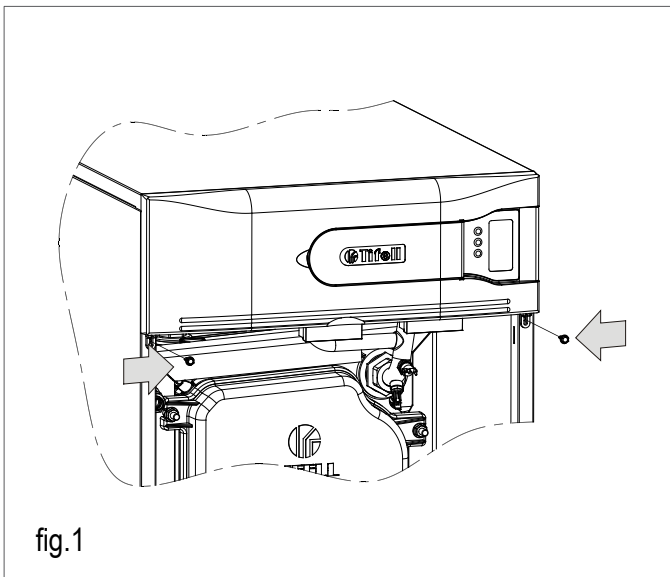

fig.1
- La tapa superior se desmonta soltando los dos tornillos roscachapa que la sujetan por la parte posterior de caldera (fig. 1; A). Una vez sueltos los tornillos se debe desplazar la tapa hacia atrás (fig. 1; B) para poder levantarla (fig. 1; C).
- La puerta frontal se desmonta presionando hacia abajo el pulsador situado en la parte superior central de la puerta (fig. 1; D) y abatiendo la puerta hacia el exterior (fig. 1; E).
- Soltar los dos tornillos de sujeción del portamandos (fig. 1).
- abrir la llave de vaciado del equipo (fig.1);
Para rearmar el termostato de seguridad se debe esperar a que baje la temperatura. En este momento hay que pulsar el bot n de rearme situado en el centro del termostato de seguridad (fig. 1). Si el visor muestra el error 3 se debe de poner el selector S1 en la posici n RESET durante un segundo como m nimo y colocarlo posteriormente en la posici n de funcionamiento deseada.